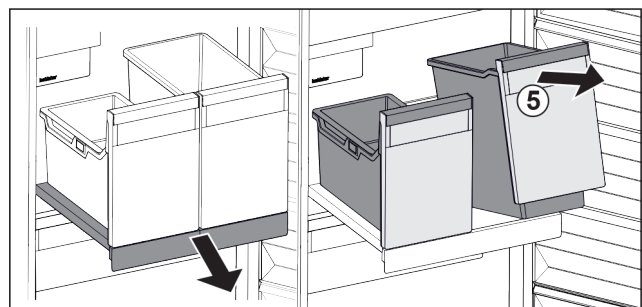

Fig. 18
- ▶ Behälter Fig. 18 (5) vorne anheben.